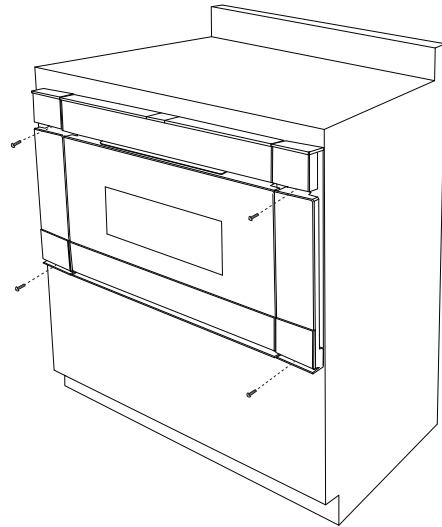

Figure 7
**Remarque :** chaque garniture de côté est marquée d'un « L » et d'un « R » au dos afin d'indiquer les côté gauche (L) et droit (R).
11. Assembler les garnitures de l'extension de 76,2 cm (30 po) à l'aide des 4 vis de garnitures fournies. Voir la Figure 7.